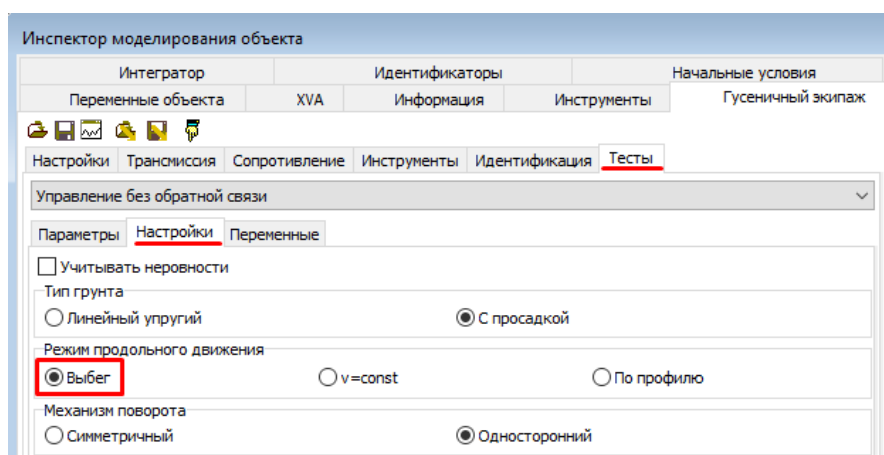

Рис. 12. Режим задания продольного движения
3. В окне инспектора моделирования объекта перейдите на вкладку **Гусеничный экипаж | Тесты | Настройки**. Обратите внимание, что в поле **Режим продольного движения** задан режим **Выбег**, рис. 12. Это означает, что начальная продольная скорость кузова трактора задается через стандартный идентификатор **v0**. Со значением начальной скорости **v0** должна быть синхронизирована угловая скорость на ведущих колесах. Таким образом, вращение ведущего колеса задано кинематически и реализует бесконечную мощность.